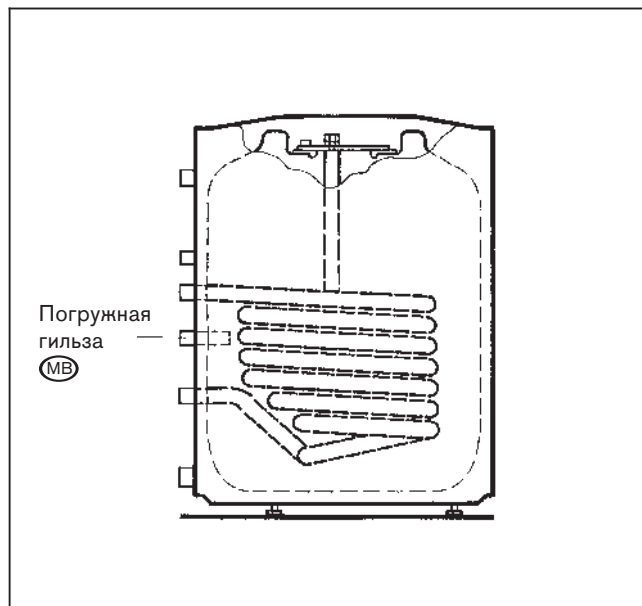

Рис. 7
- Произвести монтаж датчика в погружную гильзу (MB) на задней стороне бойлера (рис. 7).